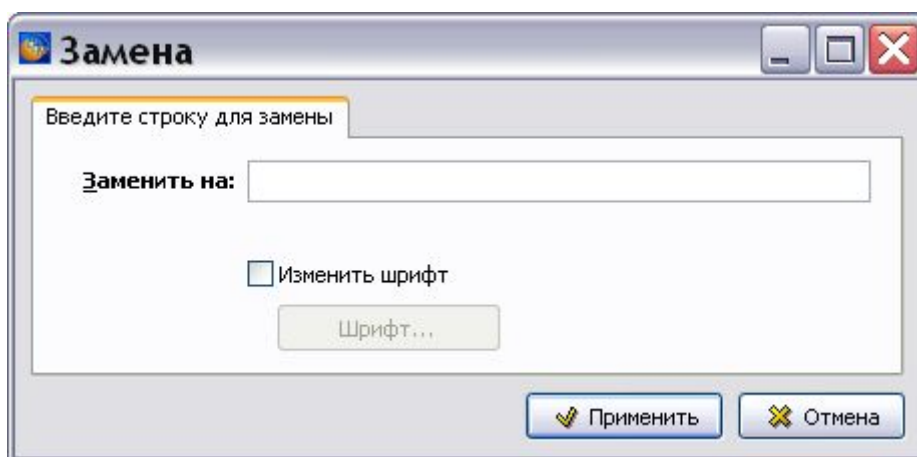

Рис. 8.223
- **Замена.** Для замены найденного контекста выделите строку (строки) в таблице результатов и нажмите на кнопку **Заменить**. В окне **Замена** (Рис. 8.223) введите строку для замены. Для замены текста, набранного специальными шрифтами, на юникод имеется функция выбора шрифта для заменяемого фрагмента. Установите флаг у параметра **Изменить шрифт**, в появившемся окне **Шрифт** выберите шрифт и нажмите на кнопку **Применить**.